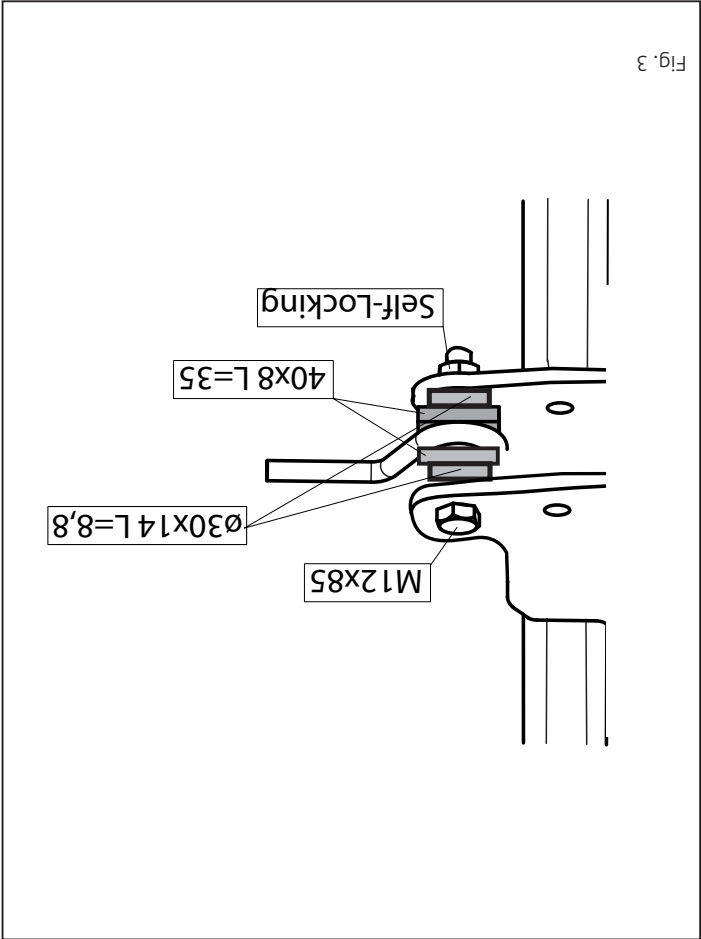

Fig. 3
(fig. 3)
10. Fit the cross beam E centrally at points M onto the towing eye (fig.3).
befestigen (Abb. 3).
10. Placer la traverse E au centre à l'emplacement des points M de l'anneau de remorquage (fig. 3).
10. Montera bärbalken E centralt vid punkt M på dragöglan (fig. 3).